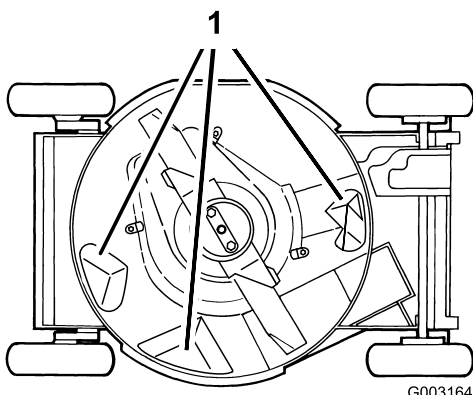

Figure 38
Pour obtenir des résultats optimaux, le dessous du carter du tablier de coupe doit rester propre. Veillez particulièrement à débarrasser les kickers de tout débris (Figure 38).
5. Enlevez les 2 écrous de la lame, la coupelle de protection, l'accélérateur et la lame (Figure 38).